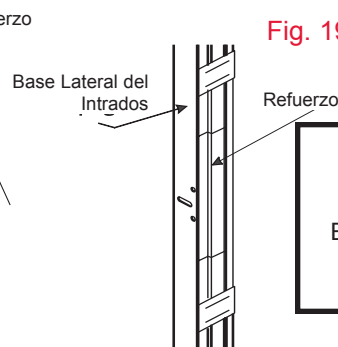

Fig. 19
- 2 Remueva el papel de la cinta adhesiva en dos pedazos (Fig 18) y presione en posición para asegurar la manga al marco (Fig 19).